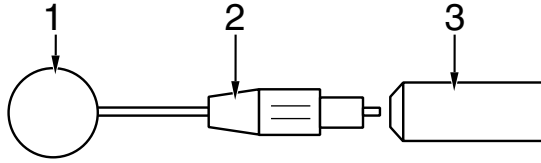

Bild 13-1. Einsetzen der Kontaktlöffel
- \* Schrauben Sie die Kontermutter (2, Bild 13-1) gegen die Elektrode bis zum Anschlag.
- \* Schrauben Sie den Kontaktlöffel (1) bis zum Anschlag ein und drehen ihn in die gewünschte Stellung zurück.
- \* Arretieren Sie nun den Kontaktlöffel, indem Sie die Kontermutter (2) gegen den Griff (3) sicher festziehen.